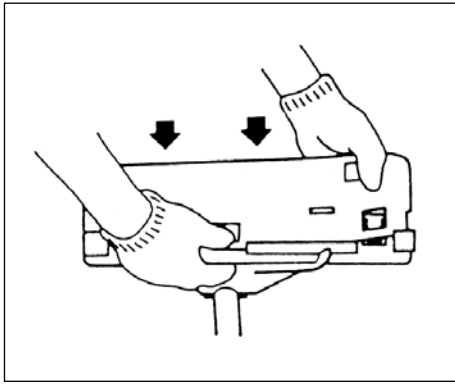

Fig. 1-9
Vid användning av trimmerhuvudet (2) försett med tvådelat klingskydd skall skyddsförlängningen fästas vid klingskyddet. (Fig. 1-9)